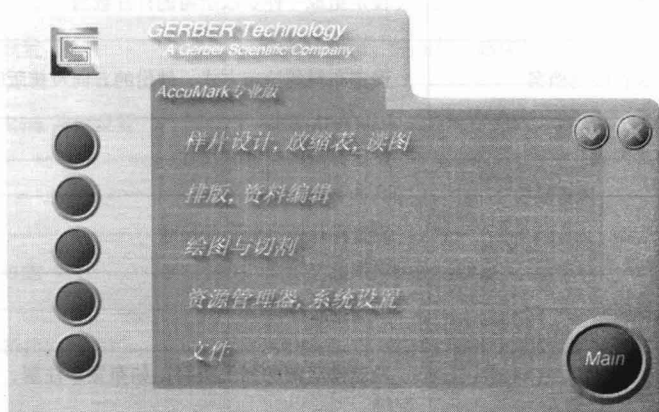
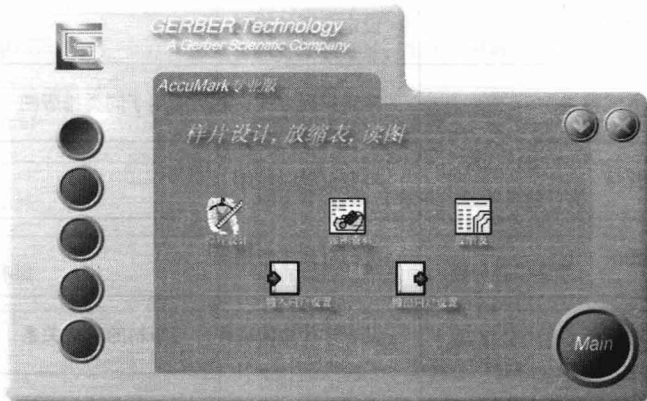

图 1-6 Gerber LaunchPad 界面
图 1-7 样片设计、放缩表、读图功能页
格柏服装 CAD 系统 AccuMark v8 安装成功之后, 用户每次启动计算机, 系统都会自动运行 Gerber LaunchPad 模块。Gerber LaunchPad 模块共包含五个功能页面, 即: ①样片设计、放缩表、读图, ②排版、资料编辑, ③绘图与切割, ④资源管理器、系统设置, ⑤文件, 如图 1-6 所示。点击界面左侧的圆形按钮, 可进入相应的功能页面。各功能页面中均包括多个功能模块图标, 图 1-7 所示为样片设计、放缩表、读图功能页。双击功能页中的图标, 即可运行相应的功能模块。